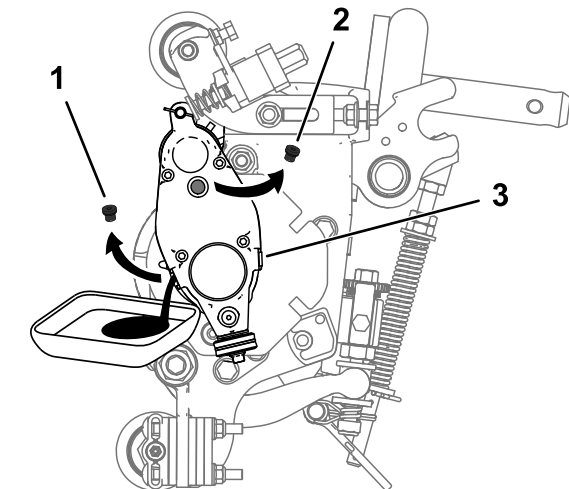

图25
5. 将滚刀组向后倾斜到支撑架上直至排油口转向底面确保完全排净 图25。